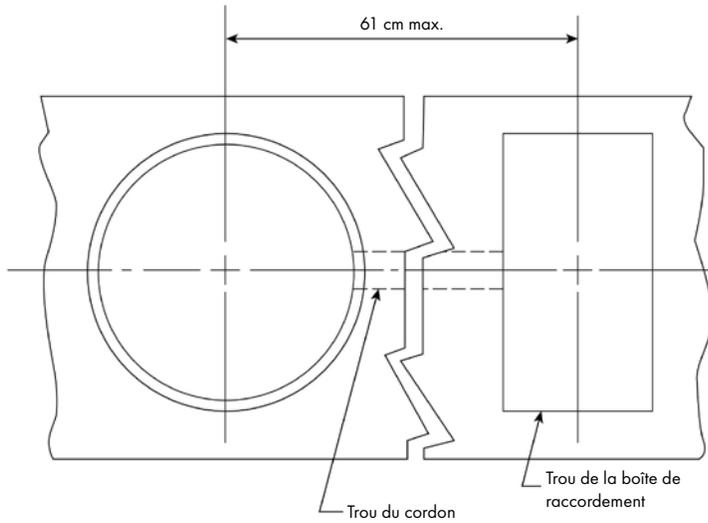

Fig. 2
3. Découper un trou pour la boîte de raccordement à l'intérieur (côté froid) du panneau. La taille et la forme du trou seront adaptées à la boîte de raccordement à utiliser. Placer la boîte à moins de 61 cm du PRP (Figure 2).
4. Au milieu du trou de 9,2 cm, prévoir un trou pour le passage du cordon à travers l'isolant et dans le trou de la boîte de raccordement (Figure 2).